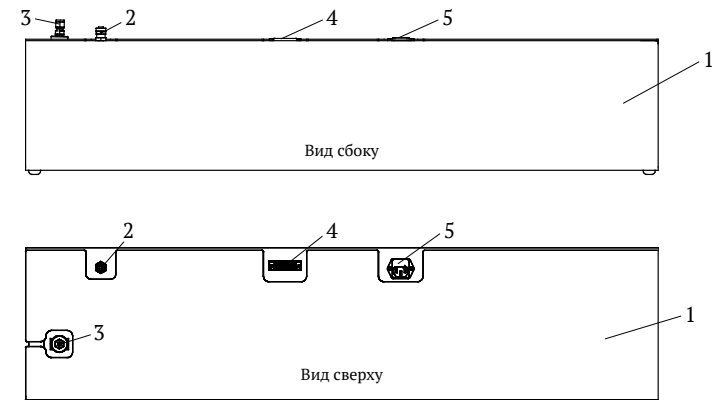

Рис. 3. Внешний вид блока силового:
4.3 Внешний вид силового блока показан на рис. 3.
4.8 Силовой блок состоит из корпуса 1 (Рис. 3), внутри которого расположен штоковый насос приводимый в движение электродвигате-